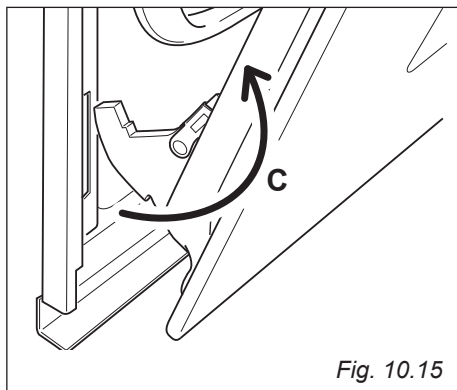

Fig. 10.15
- Estrarre i ganci delle cerniere (destra e sinistra) dal loro alloggiamento (freccia "C" - fig. 10.15).